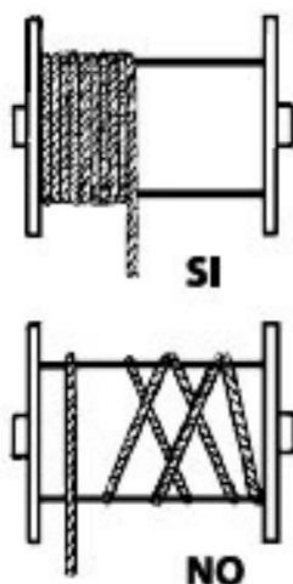

FIG. 12 — Enrolamento do cabo no tambor: correto e incorreto
- 7) Durante a utilização certifique-se constantemente de que o cabo se enrola corretamente no tambor, espira contra espira, sem folgas nem sobreposições. Se tal não suceder, desenrole o cabo e rebobine-o corretamente mantendo-o sempre sob tensão (FIG. 12).